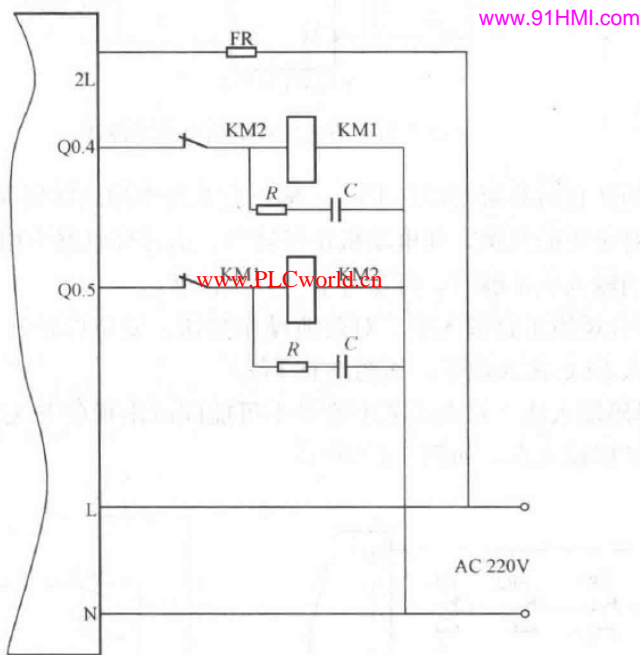
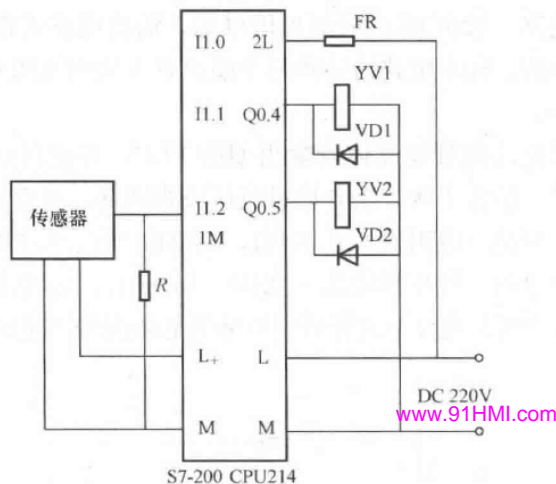

图 5-16 交流负载输出电路的设计
图 5-17 直流负载输出电路的设计
(1) 一般情况下，I/O 元器件可以直接与 PLC 的 I/O 端子相连，但是，当配线距离较长或接近强干扰源或大负荷频繁通断的外部信号，最好加中间继电器再次隔离。
(2) 输入电路一般由 PLC 内部提供电源, 输出电路需根据负载额定电压和额定电流外接电源。输出电路需注意每个输出点可能输出的额定电流及公共端子的总电流的大小。
(3) 对于双向晶闸管及晶体管输出型的 PLC, 若输出点接感性负载, 为保证输出点的安全, 防止干扰, 需并接过电压吸收回路。对交流负载应并接浪涌吸收回路, 如阻容电路 (电阻取 $51 \sim 120 \Omega$, 电容取 $0.1 \sim 0.47 \text{F}$, 电容的额定电压应大于电源峰值电压) 或压敏电阻, 如图 5-16 所示。对直流负载需并联续流二极管, 续流二极管可以选 1A 的管子, 其额定电压应大于电源电压的 3 倍, 如图 5-17 所示。